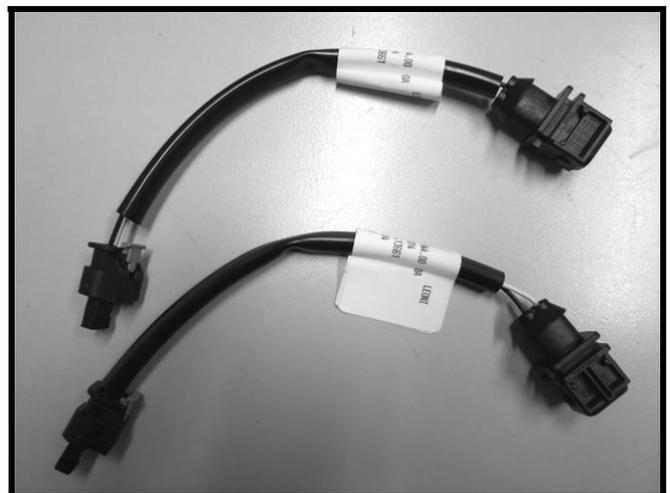

Abb. 11
- In diesem Fall je eine TECHART Adapterleitung (Abb. 11) zwischen dem jeweiligen Taktventil und dem TECHART Kabelbaum montieren.